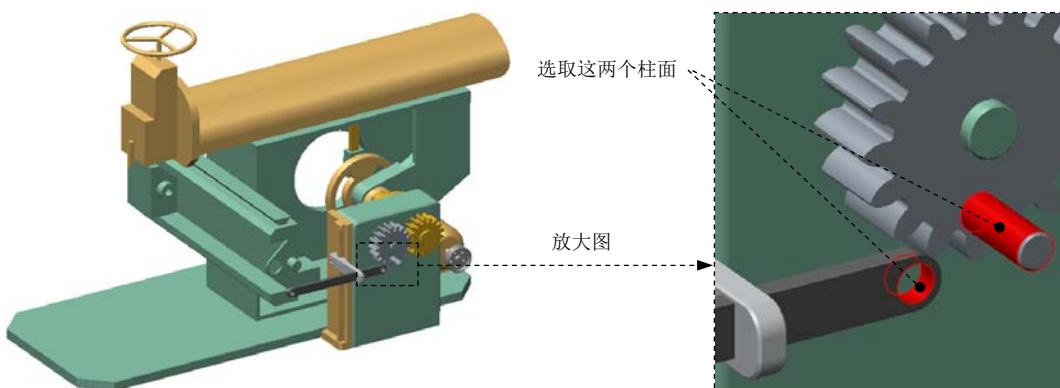

图 9.6.62 创建圆柱 (Cylinder) 连接
(1) 在 **放置** 界面下方单击“新建集”字符，在“元件放置”操控板的机械连接约束列表中选择 圆柱 选项。
(2) 定义“轴对齐”约束。单击操控板中的 **放置** 按钮，分别选取图 9.6.62 所示的两个柱面为“轴对齐”约束参考，此时 **放置** 界面如图 9.6.63 所示。